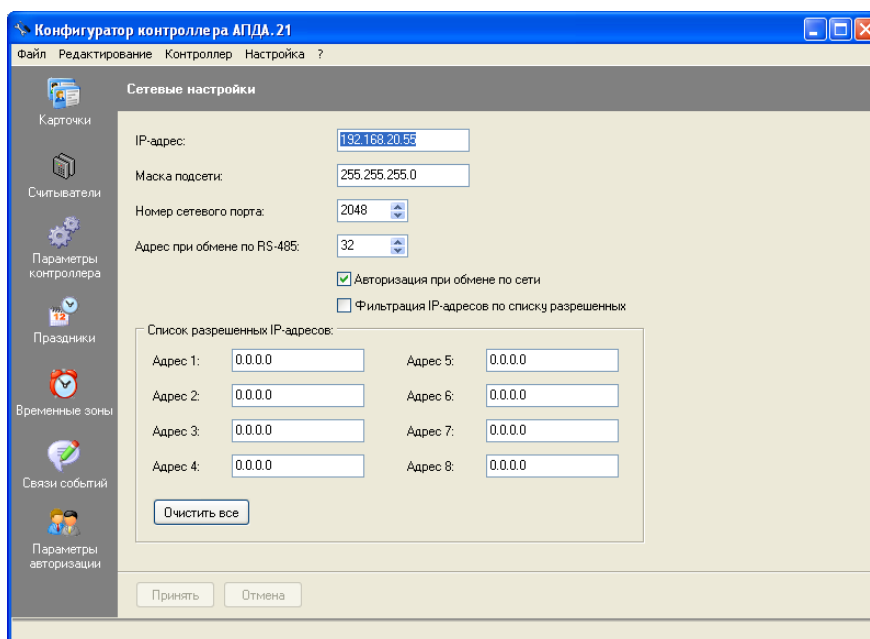

Рисунок 313
- 8) Выберите пункт меню "Редактирование/Сетевые настройки". В рабочем окне программы отобразится окно "Сетевые настройки" (см. Рисунок 313).